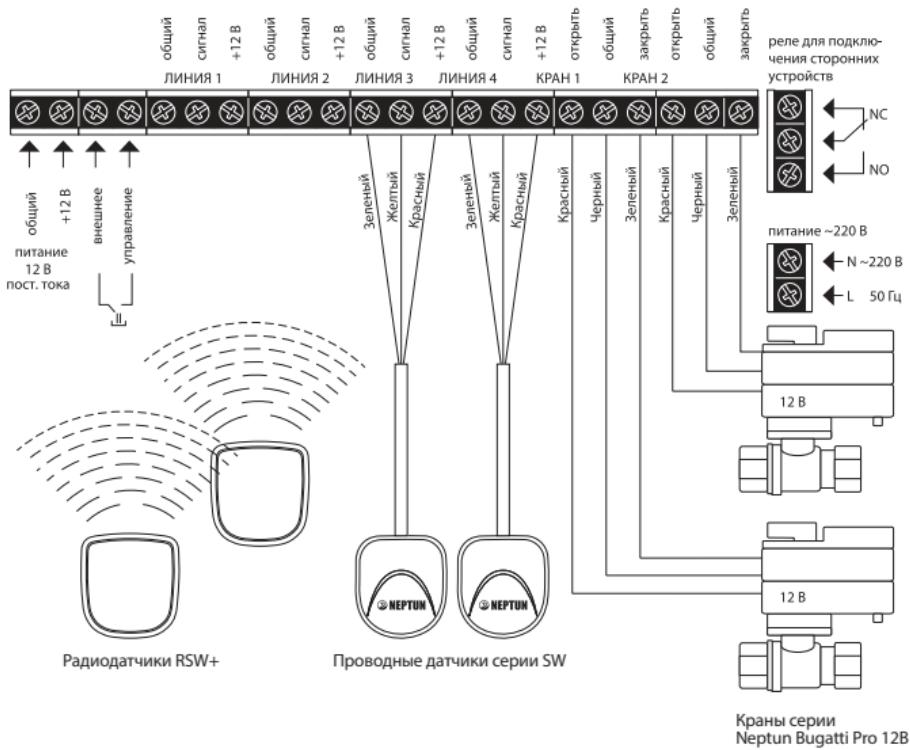
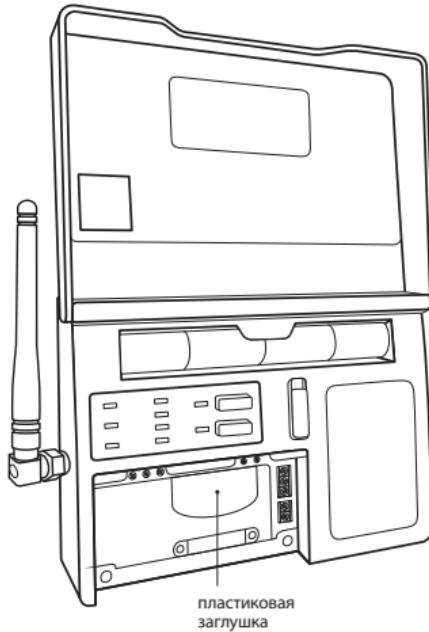

Рис. 13. Схема подключения модуля управления Neptun ProW+
Рис. 14. Вид Модуля управления Neptun ProW+ изнутри с открытой крышкой коммутационного отсека
4. Выполните подключение датчиков типа SW, проводов электропитания и кранов с электроприводами в соответствии со схемами, изображенными на рис. 13. При необходимости, для ввода проводов в коммутационный отсек удалите пластиковую заглушку, расположенную в нижней части корпуса прибора при помощи отвертки (рис. 14).